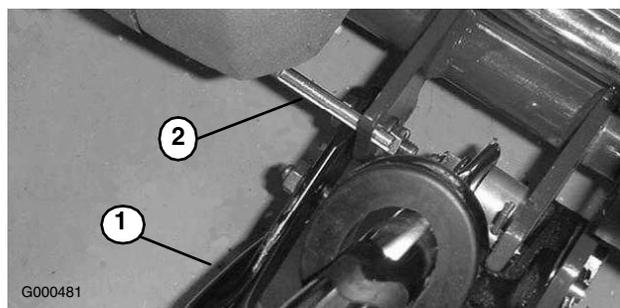

Figura 44
2. Baje el soporte de pie. Inserte un pasador o similar de 6,4 mm de diámetro en el taladro del bastidor situado por encima del perno de montaje del soporte de pie (Figura 44).